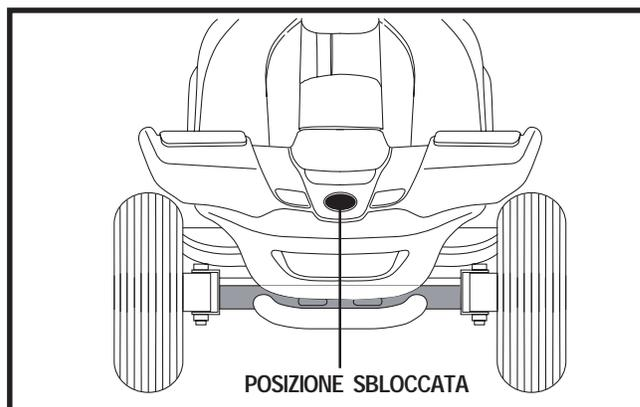

Figura 21A. Bloccasterzo (Sbloccato)
10. Sbloccare la ruota anteriore ruotando il manubrio di 90° in senso antiorario. Vedere figura 21A.